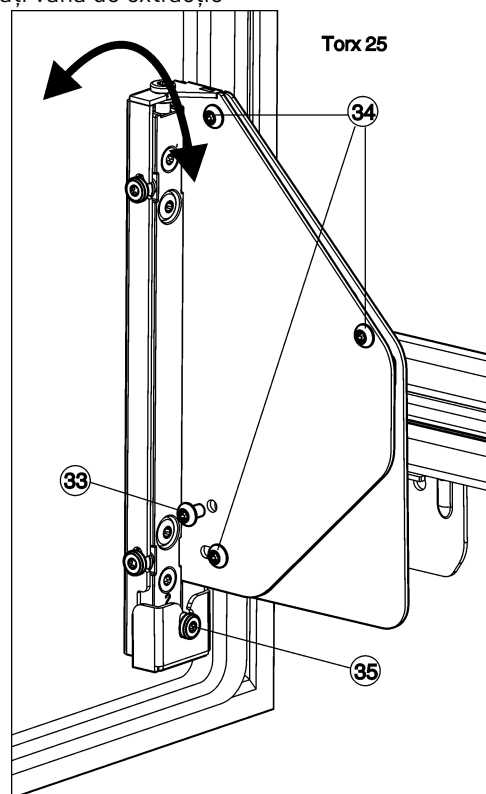

Fig. 26
- ▶ Deșurubați și scoateți complet șurubul Fig. 26 (33).
- ▷ Eliminați ca deșeu șurubul Fig. 26 (33), acesta nu mai este necesar.
- ▶ Desfaceți șuruburile Fig. 26 (34) numai cu 1 până la 2 rotații.
- ▶ Rotați șurubul de corecție a poziției Fig. 26 (35). În sens orar: ușa se îndepărtează sus de corpul aparatului. În sens anti-orar: ușa se apropie sus de aparat și se îndepărtează jos de corpul aparatului.
- ▶ După încheierea corecției înclinației, strângeți din nou ferm toate șuruburile Fig. 26 (34).